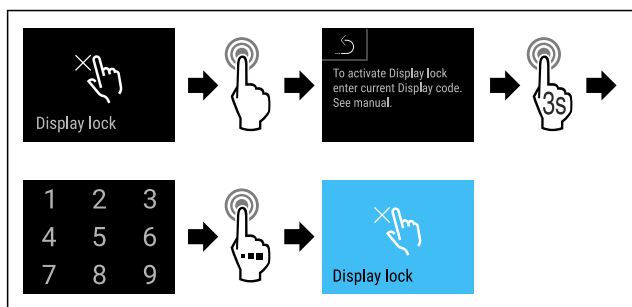

Fig. 79
- Eseguire i passaggi (vedere Fig. 79).